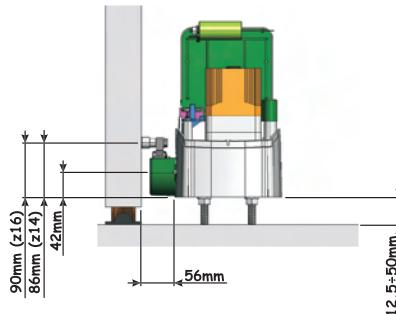

Fig. 10
3. Stel de hoogte van de aandrijving en de afstand tot de poort in, zie de maten van Fig. 10